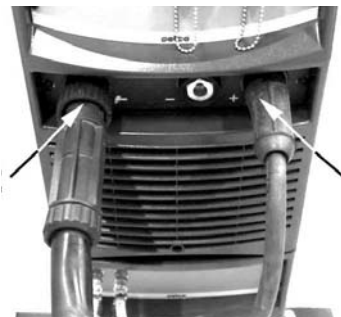

Fig. 11
- 1) Ligar o conector (Fig. 11) da pinça de terra à tomada positiva (+) do gerador.